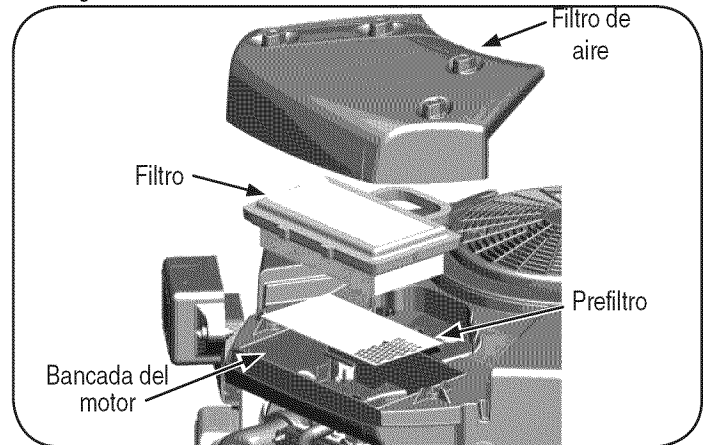

Figura 29
2. Para extraer el filtro de aire, levante el extremo del filtro. Vea la Figura 29.